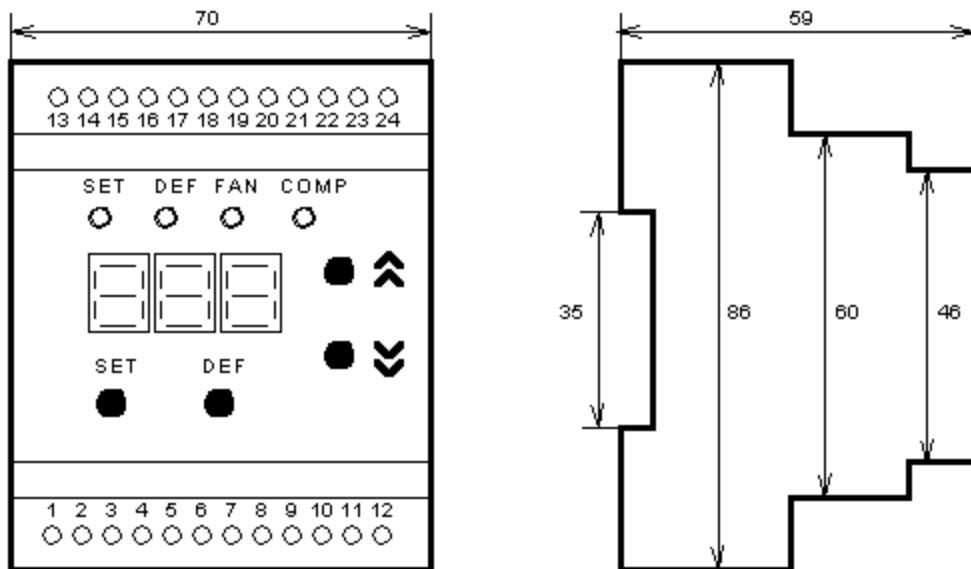

Рисунок 1. Лицевая панель, органы управления и габаритные размеры МСК-301.
2.17. Органы управления и габаритные размеры устройства приведены на рис. 1.